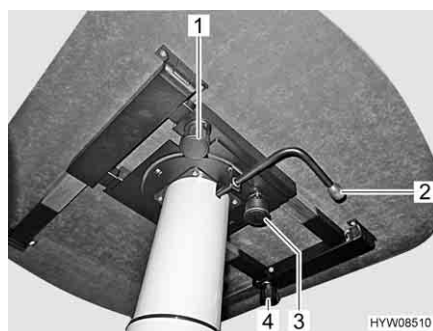

Fig. 37 Tavolo rialzabile
- Svitare la vite a testa cilindrica zigrinata (Fig. 37,4).
- Svitare la vite a testa cilindrica zigrinata (Fig. 37,1).
- Premere il tasto (Fig. 37,3) del bloccaggio.
- Ruotare la leva (Fig. 37,2) al di sotto del piano del tavolo di 180° verso sinistra. Il meccanismo di sollevamento nel piede del tavolo viene sbloccato.
- Ruotare la leva (Fig. 37,2) al di sotto del piano del tavolo (Fig. 37,1) di 180° verso sinistra. Il piano del tavolo va automaticamente verso l'alto fino al fine corsa.